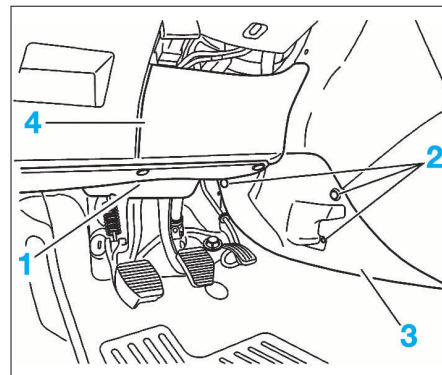
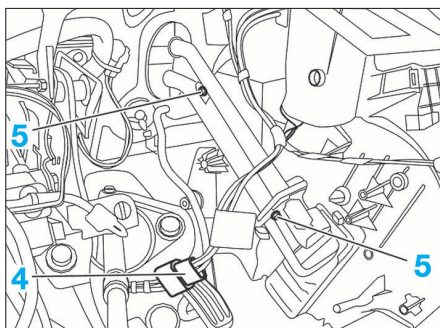

FIG. 13
FIG. 18
- Déposer la garniture (1) sous la planche de bord (Fig.13).
- Déposer les fixations (2) puis le flasque de console (3).
- Déposer la garniture sous volant (4) en la dégraftant vers le bas.
- Débrancher le connecteur électrique (4) (Fig.18).
- Déposer la garniture sous volant (4) en la dégrafant vers le bas.
- Déposer les vis de fixation (5) (Fig.18).